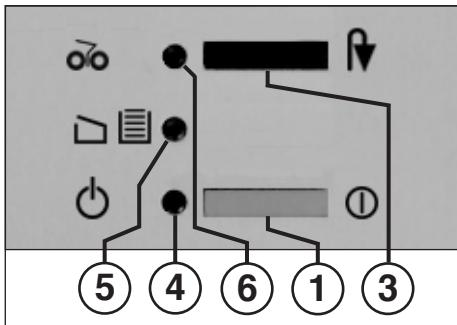

Fig. 1
**1 = Interruotor (Fig. 1)**
**3 = Interruotor „Retroceder“ (Fig. 1)**
**„Pronto a funcionar“ (Fig. 1)**
Acende quando o interruptor „Pronto a funcionar“ (Fig. 1) estiver ligado.
**5 = Luz de controlo (Fig. 1)**
**„Congestionamento de papel“ (Fig. 1)**
- Ligar a máquina no interruptor (1) (Fig. 1). A luz de controlo (4) (Fig. 1) acende.
Amáquina desliga-se quando o saco de recolha está cheio. A luz de controlo “Saco de recolha cheio” (5) (Fig. 1) acende-se. Esvaziar o saco de recolha da maneira seguinte:
- Inserir o quadro corrediço com o saco de recolha, e fechar a porta. A indicação de controlo (5) (Fig. 1) apaga-se.
Observe para que a máquina esteja desligada durante a noite (accionar o interruptor de pressão (1) (Fig. 1)).
- A indicação de controlo (6) (Fig. 1) está aceesa.
- Accionar brevemente o interruptor de pressão para a marcha para trás (3) (Fig. 1).
- A indicação de controlo (6) (Fig. 1) apaga-se.